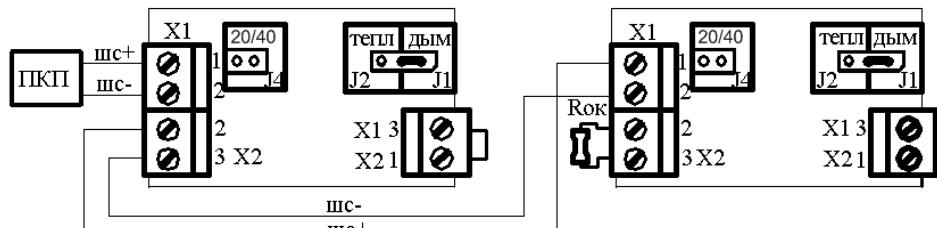

Рисунок 3
2) схема 2 – имитация активного дымового извещателя. Сигнализация осуществляется путём увеличения тока потребления (уменьшения внутреннего сопротивления) извещателя (рисунок 3).